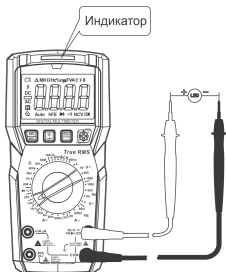

Рис. 14. Проверка светодиода
7.11. Проверка светодиода (см. рис. 14)